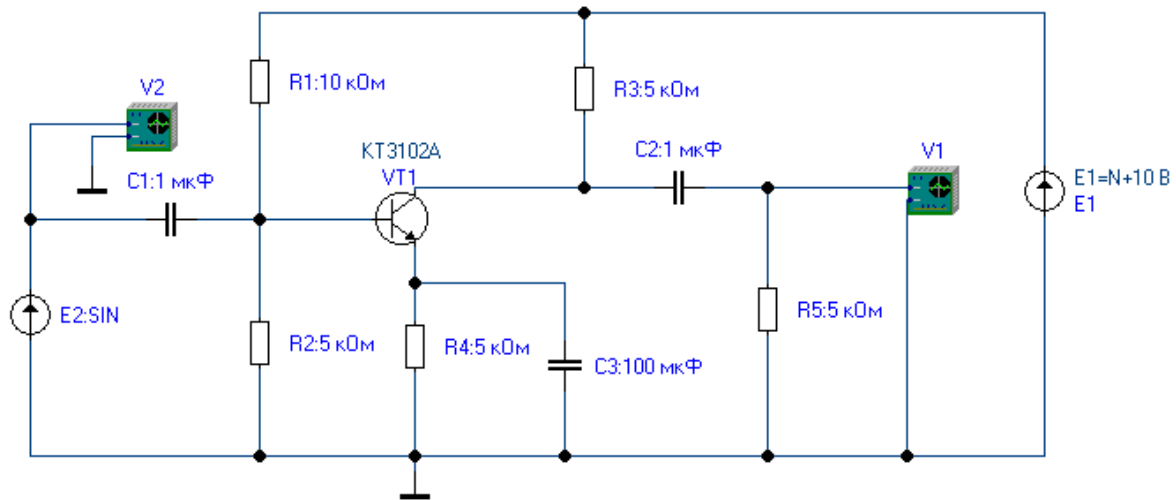
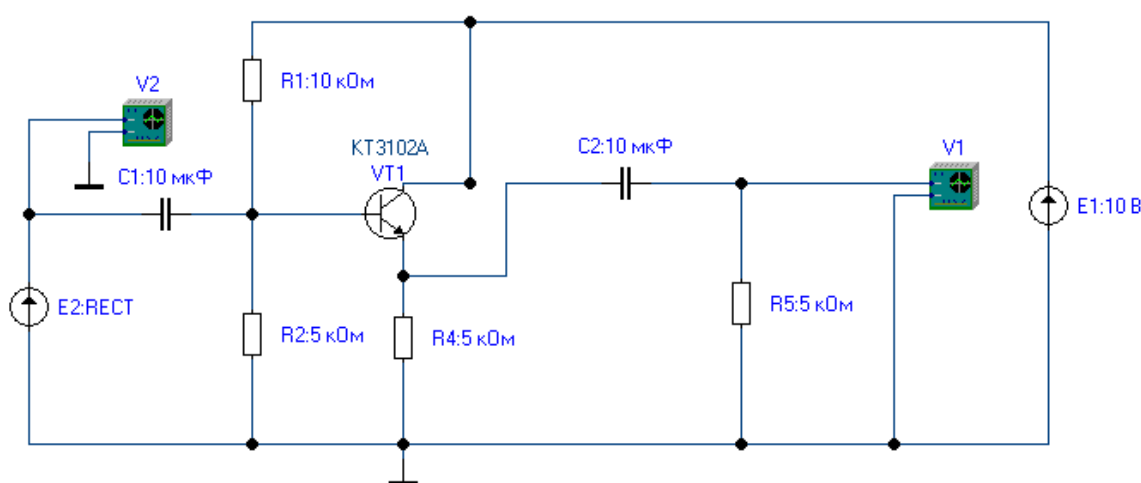

Рисунок 6.2 – Каскад с общим эмиттером
Рисунок 6.4 – Каскад с общим коллектором
6.2 Исследовать усилительный каскад по схеме с общим эмиттером (рис. 6.2). Подав на вход синусоидальный сигнал частотой 1 кГц и амплитудой 1 мВ, оценить выходное напряжение и коэффициент усиления при двух значениях сопротивления нагрузки R_H (5 кОм, 50 кОм). Провести через рабочую точку нагрузочную прямую переменного тока для $R_H = 5$ кОм.
6.4 Исследовать эмиттерный повторитель (рис. 6.4). Изменился ли ток в рабочей точке транзистора по сравнению со схемой, приведенной на рис. 6.2?